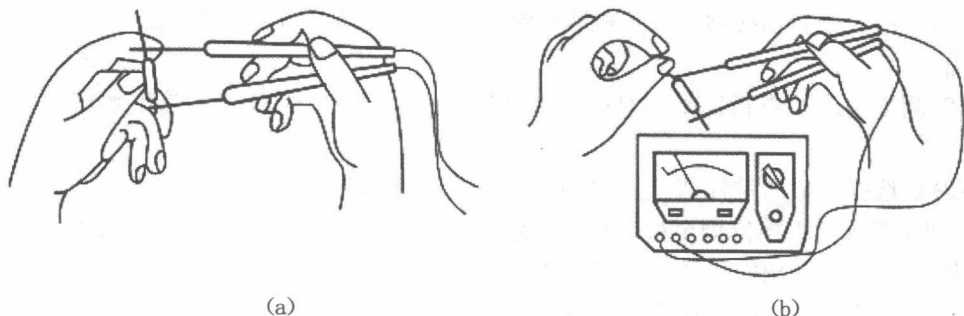

图 1-1-8 万用表测量电阻示意图
(3) 正确选择测量挡,注意不能选错,如果错将电流挡当成电压挡接到电路中,将产生严重后果。
(4) 测量电阻时,由于欧姆表刻度不均匀,为提高读数的准确度,选择量程挡时以使指针偏转到满刻度的 $1/2 \sim 2/3$ 之间为宜。
(5) 测量电阻时注意接入方式必须正确,不要将人体电阻接入,以免产生误差,如图 1-1-8 所示。